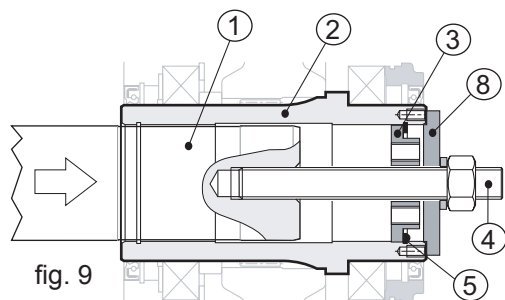

fig. 9
Em seguida, inserir em suas sedes primeiro a placa de retenção (pos. 3) e depois o anel de retenção para partes internas (pos. 5); neste ponto, aparafusando a porca da barra rosqueada os dois eixos são colocados bem apertados entre si (ver fig. 9).